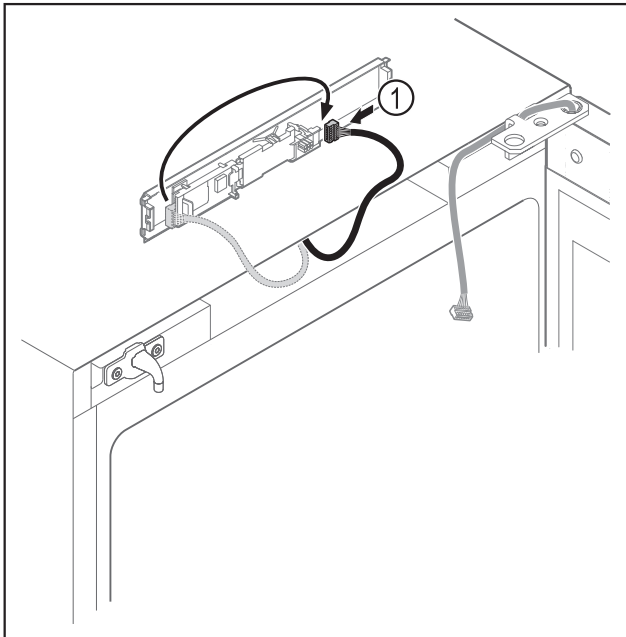

Fig. 14
- Stecker Fig. 14 (1) auf Platine umstecken.